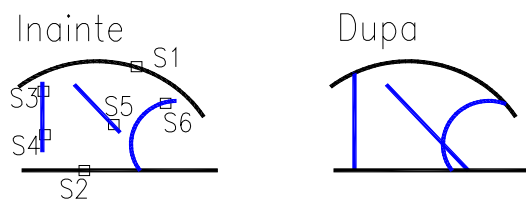

Fig. U6.12
1. Extinderea a două segmente și a unui arc de cerc (Fig. U6.12)